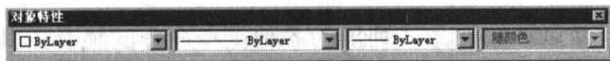

图 1-6 【对象特性】工具栏
- ❖ **【对象特性】工具栏：**该工具栏主要用于提供有关物体的属性设置，如颜色、线型、线宽等控制命令，如图 1-6 所示。